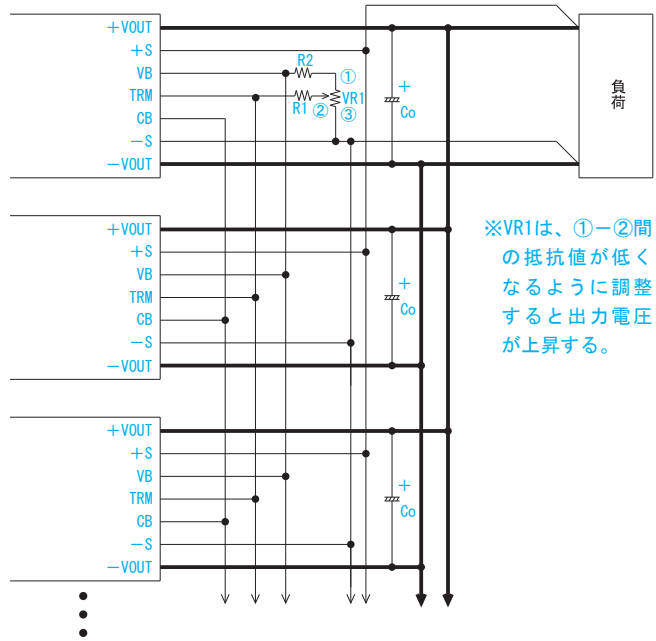

図 4.2 並列運転例
■ 図 4.2 の配線をする事で、並列運転が可能です。また、1つのボリュームで出力電圧の可変が可能となる、マスター・スレーブ運転が可能です。